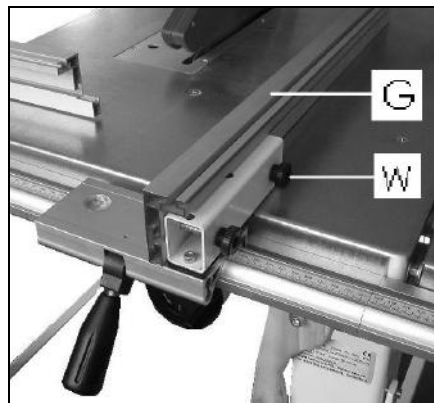

Fig 7
Befestigen Sie den Parallelanschlag auf der Basisschiene. Montieren Sie die Anschlagsschiene (G, Fig 7) mit 2 Schrauben und 2 Flügelmutter (W) am Parallelanschlag Grundkörper.